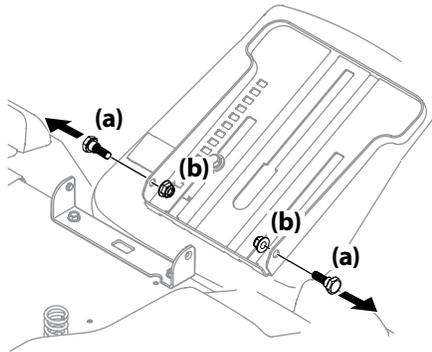

Figura 2-8
- Quite los dos tornillos con reborde (a) y las tuercas de seguridad (b) con brida del contenedor del asiento tal como se muestra en la Figura 2-8.